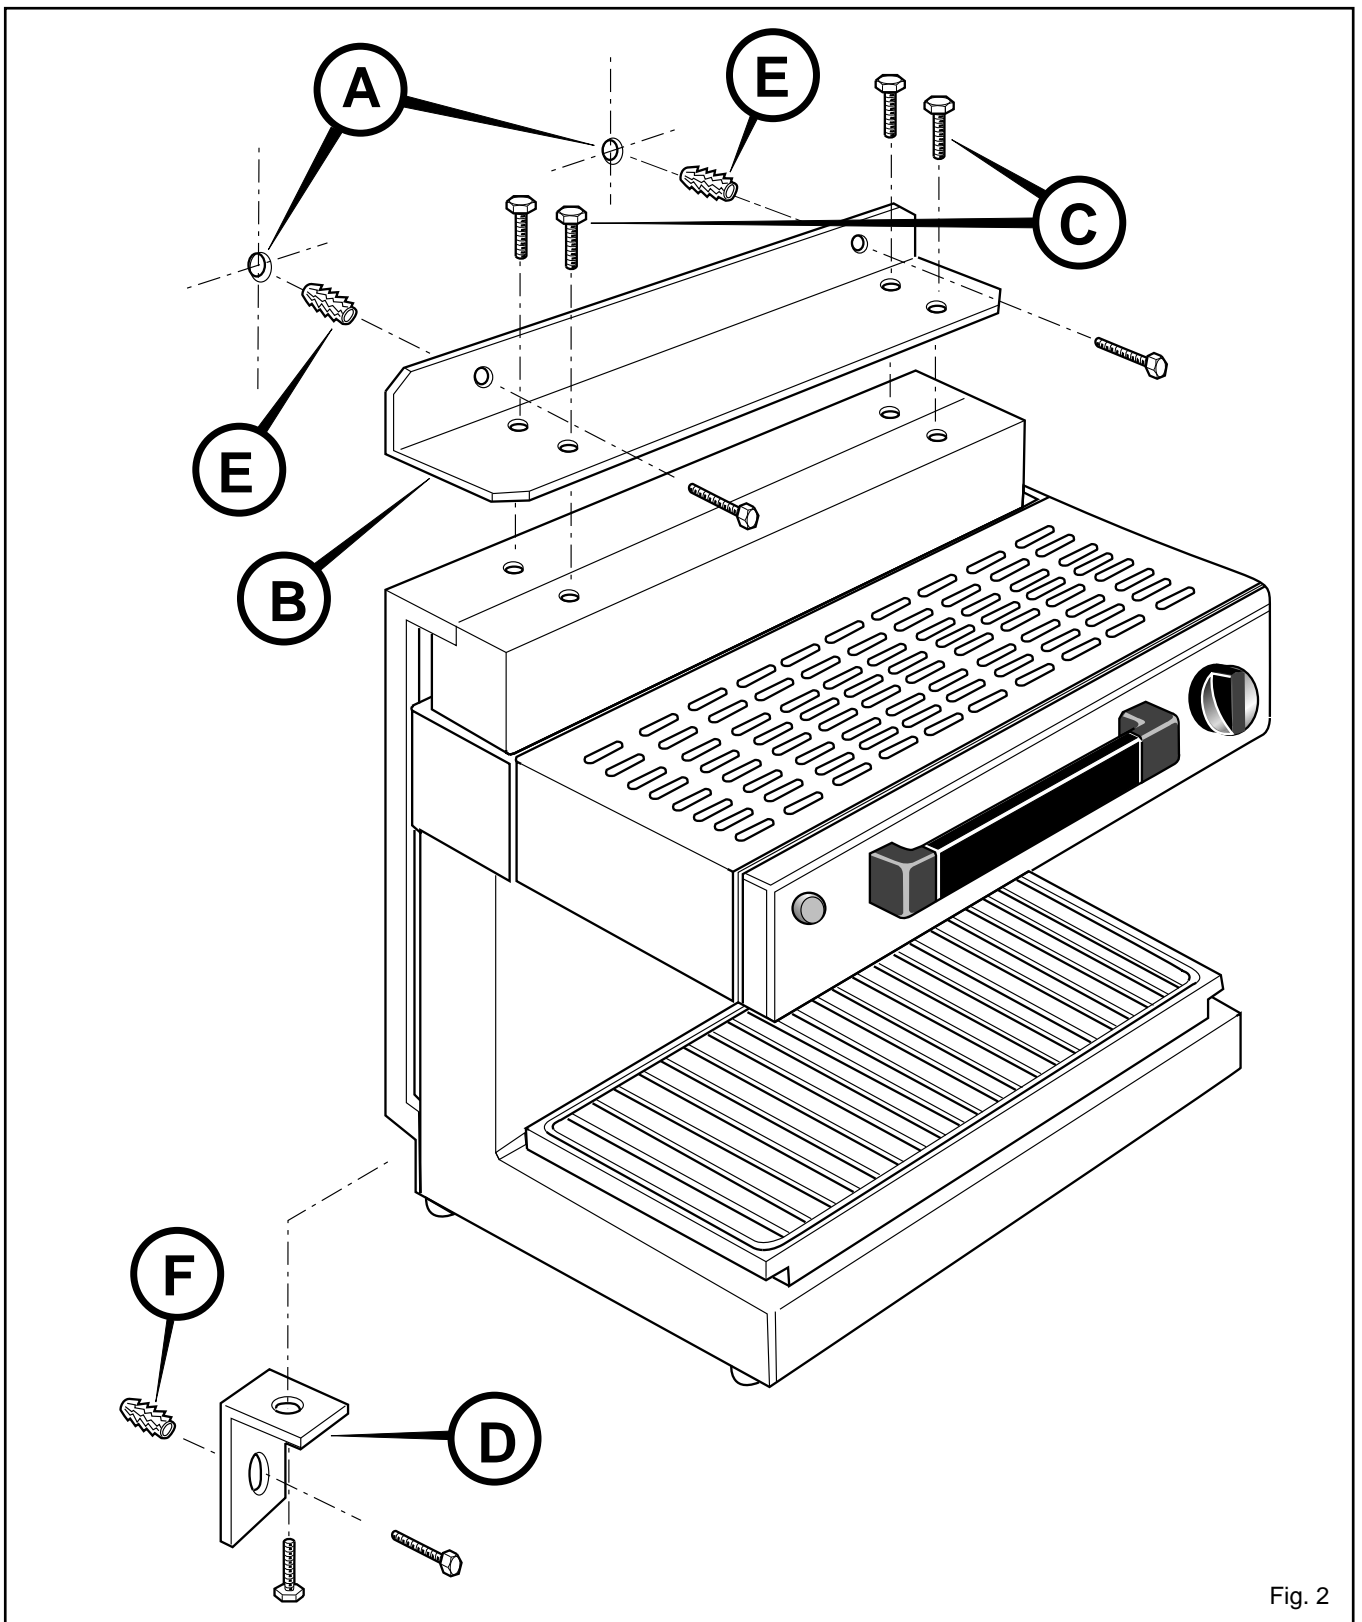

Fig. 2
2.4 INSTALACIÓN EN PARED (fig. 2)
- Realicen los orificios **A** (fig. 2) en la pared utilizando un nivel de burbuja y el estribo **B** como máscara para marcar los puntos donde se deberán realizar los orificios.